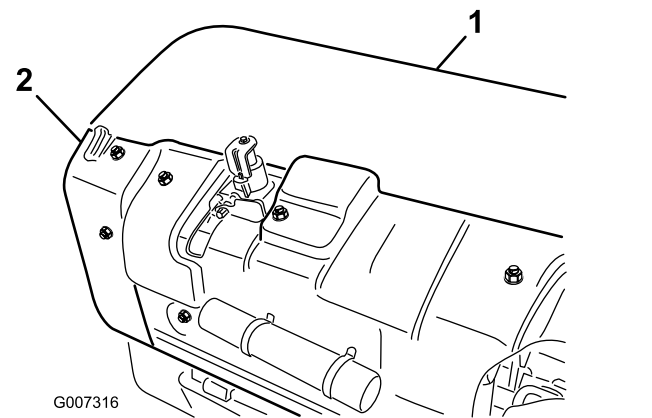

Figura 36
1. Retire la tapa del cabezal de perforación trasero (Figura 36).
2. Retire las tuercas de montaje del protector de la polea, y retire el protector (Figura 36).